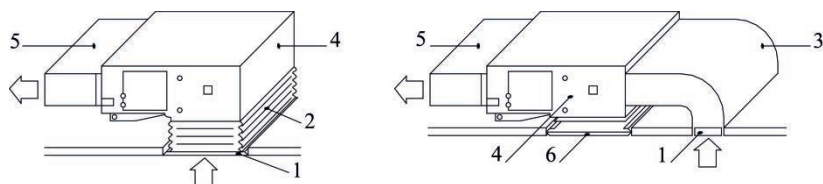

Рис. 12
- д. Метод монтажа можно выбрать с учетом параметров здания, условий обслуживания и т. д., как показано на Рис. 12.